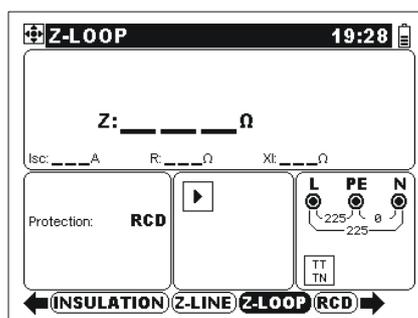

Рисунок 5.18 - Полное сопротивление контура
- **Подключите** измерительные провода и испытуемому объекту (см. рис. 5.18).